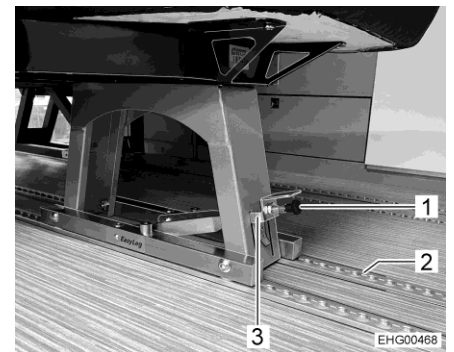

Fig. 7 Asiento individual (dispositivo de bloqueo abierto)
- Cuando el asiento individual / banco de asiento doble esté insertado en el riel (Fig. 7,2) o se ha desplazado a la posición deseada: tirar el tirador negro (Fig. 7,1) hacia delante.
- **Empujar el arco metálico (Fig. 7,3) hacia abajo.**